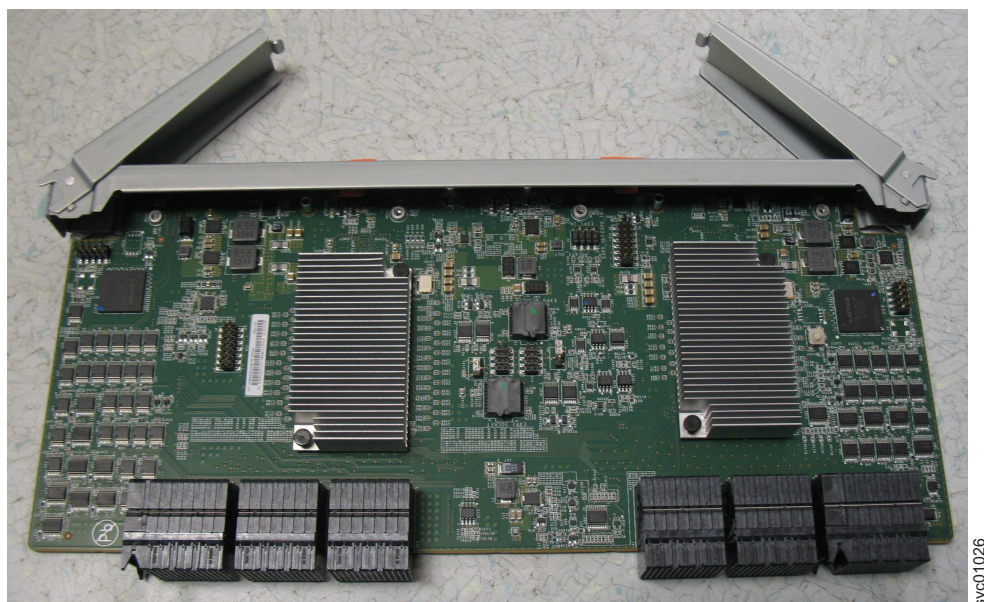

Figure 78. Ouvrez les poignées du module d'extension secondaire
- 3. Faites pivoter les deux poignées du nouveau module d'extension secondaire vers une position ouverte, comme indiqué dans la figure 78.